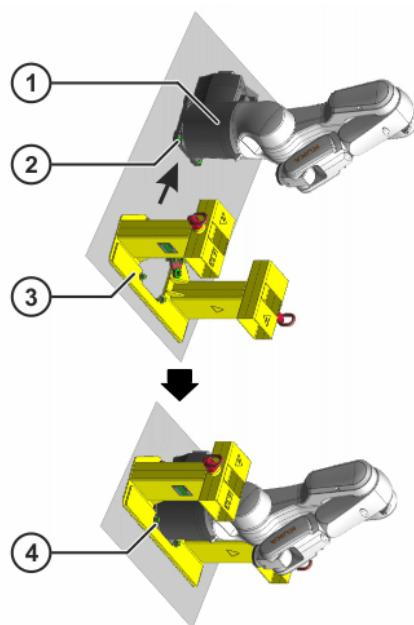

Abb. 10-12: Lastaufnahmemittel am Roboter befestigen
7. Lastaufnahmemittel vorsichtig von unten auf das Grundgestell des Roboters aufschieben (>> Abb. 10-12).